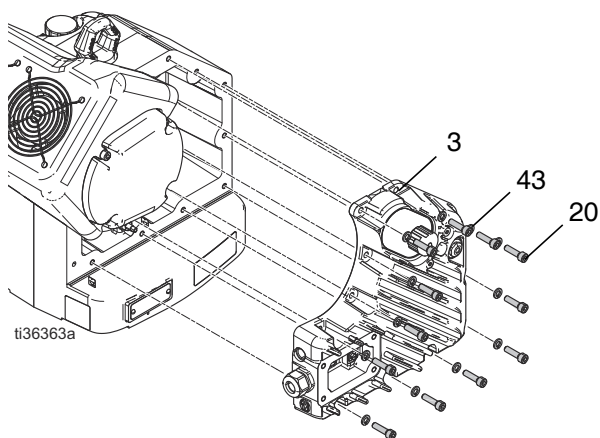

FIG. 17: Borttagning av elektronikåpa
2. Installera elektronikkåpan (3), 12 brickor (4), 12 skruvar (24) och dra åt till 15-20 ft-lb (20-27 N•m). Se FIG. 17, sidan 16.
3. Skruva bort de tolv skruvarna (24) och brickorna från elektronikkåpan (3). Se FIG. 17, sidan 16.